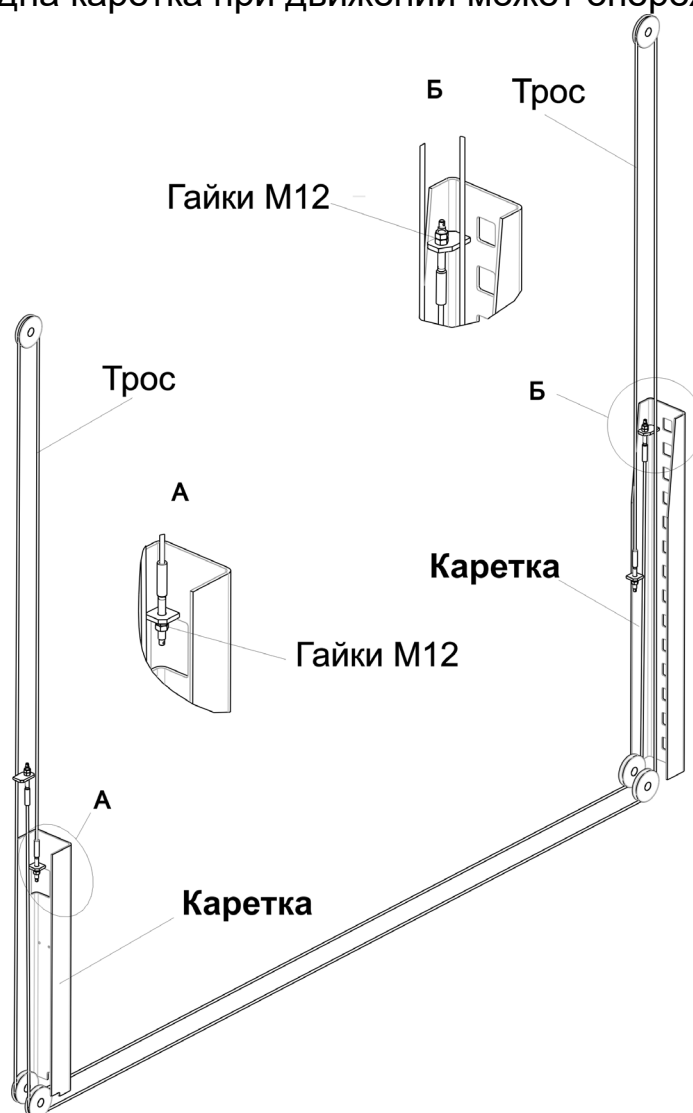

Рисунок 6.4 - Схема запасовки синхронизирующих тросов
6.6 Поднять каретки погрузчиком или другими подъемными средствами и установить их на фиксаторы (на высоте около 460 мм от пола). Установить тросы системы синхронизации кареток (см. Рисунок 6.4). Для облегчения монтажа тросов в каретках использовать тонкую проволоку, продетую через отверстие в наконечнике троса, убедиться, что тросы расположены на блоках. Отрегулировать натяжение тросов, путем закручивания гаек М12, до одинаковой степени натяжения, затем законтрить. При чрезмерном натяжении тросов каретки движутся прерывисто. При недостаточном натяжении тросов одна каретка при движении может опережать другую.